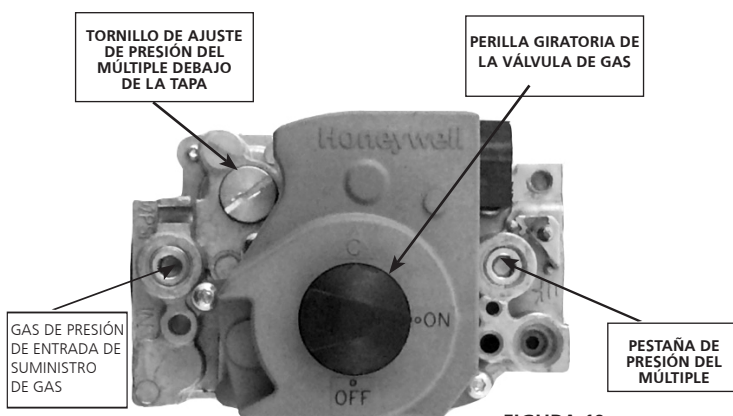

FIGURA 10
posiciones de encendido y apagado. Gire la perilla a la posición "off" (apagado). (Ver **figura 10**).
2. Después de verificar y ajustar la presión de la línea, verifique la presión del múltiple. La presión correcta del múltiple se indica en la placa de especificaciones de la unidad. Consulte la figura 10 por la ubicación del tornillo de ajuste de la presión de gas. Se necesita un juego de conversión de gas natural a LP/Propano para convertir la unidad. Consulte las instrucciones de instalación suministradas con el juego de conversión para instalarlo.